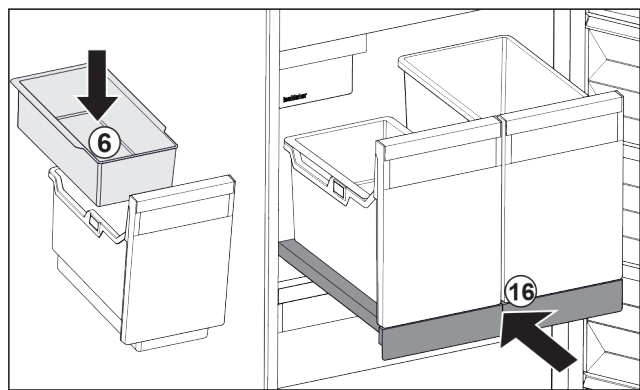

Fig. 96
- ▶ Colocar la bandeja suspendida Fig. 96 (6) para cubitos de hielo.
- ▶ Introducir el estante extraíble con recipiente (IceTower). Fig. 96 (16)